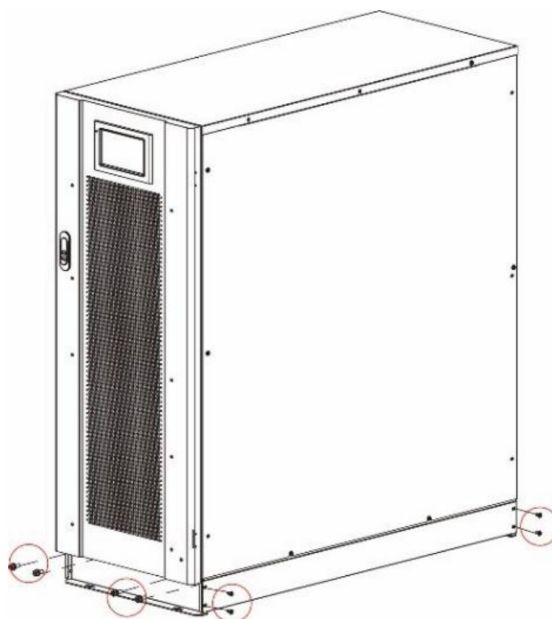

Figura 3-7 · Fixação dos componentes no gabinete
6. Fixe os componentes no gabinete com 8 parafusos M6 e 4 parafusos M12, conforme a Figura 3-7.